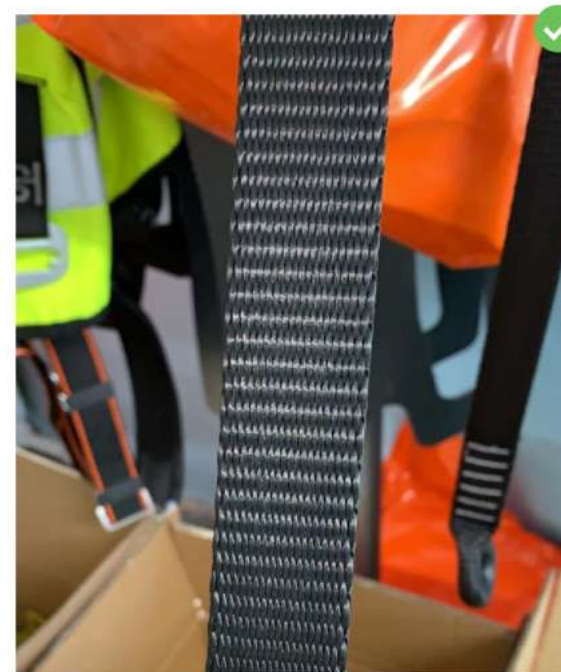

рис. 13
- крепежная петля одной ширины по всей длине, имеет одинаковую гибкость и упругость (рис. 13).